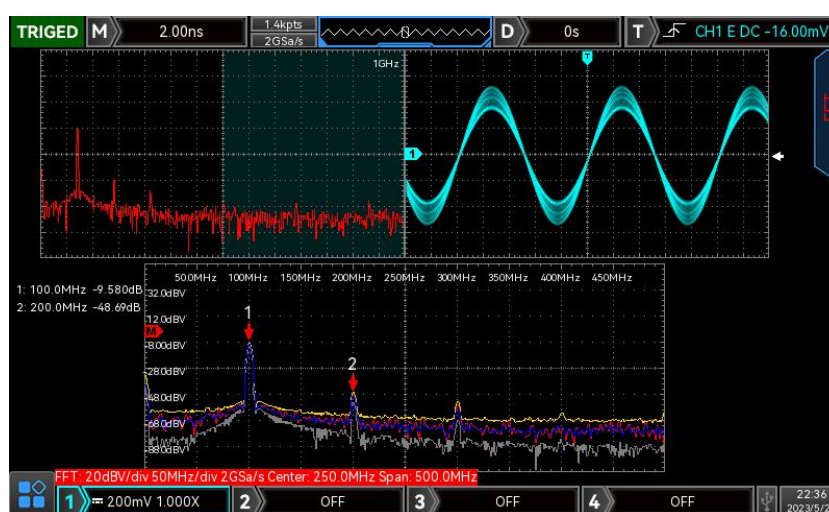

图 15-1
- 分屏：将信源波形和 FFT 频谱波形分窗口显示，同时对频谱进行扩展显示，如下图 15-1 所示。